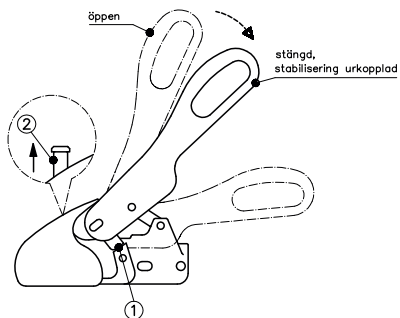

Bild 4 : Påkoppling
Använd handtagen på släpvagnen för rangering och inte WS 3000/3500's manöverspak. Den öppna kulkopplingen läggs på dragfordonets dragkula (bild 4). Genom kultrycket och en eventuell extra belastning av dragstängens, läses kulkopplingen automatiskt och säkringskenorna (1) på sidorna står parallellt med kopplingshusets säkringsstyr (bild 4). Om dragkulan är i kopplingshusets syns kontrollindikeringens (2) gröna stift (bild 4).
Vid längre driftuppehåll bör släpvagnen parkeras med låst kulkoppling. Lyft för detta det öppna manöverhandtaget (bild 4) och dra samtidigt kulskålen (rörlig del – bild 8) framåt eller tryck in **SAFETY BALL** i kulskålen och stäng manöverspaken långsamt.